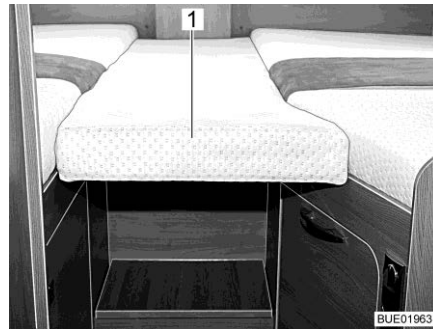
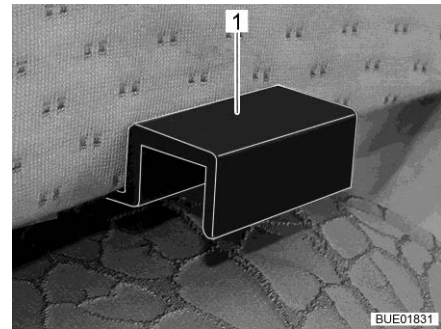

Bild 169 Extra dyna
Bild 170 Fäste extra dynor
- Häng extra dynan (Bild 169,1) med fästena (Bild 170,1) så att det blir en stängd sängytta i enkelsängarnas öppning.